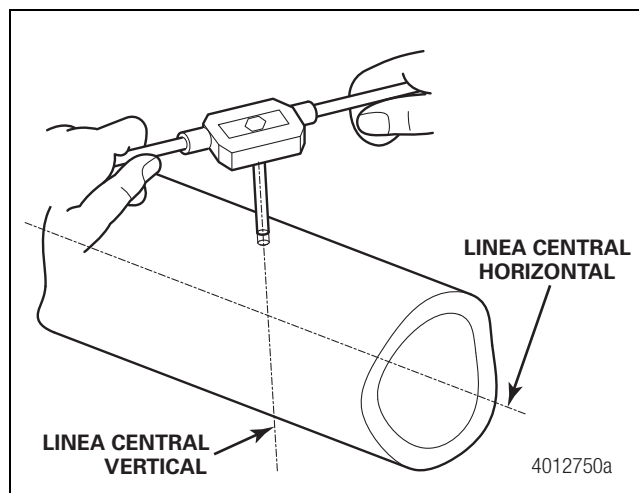

Figura 4.5
4. Inspeccione todos los tornillos y orificios roscados. Cambie los tornillos dañados y repare las roscas dañadas del orificio roscado con una terraja de roscar del tamaño adecuado. Figura 4.5.